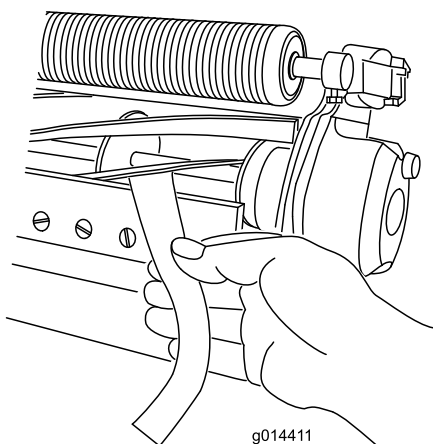

图5
11. 在滚刀与底刀间插入一长条剪切性能纸纸要与滚刀和底刀垂直检测剪切性能图5。缓慢向前旋转滚刀剪切检测纸。